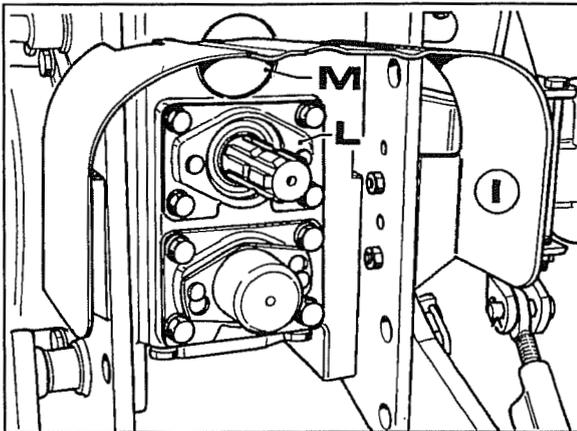

Fig. 11
1. Quitar la protección **I**, la tapa **L** y la tapa **M** de la fig. 11.